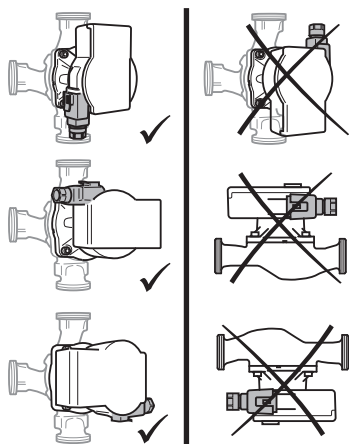

Fig. 2: Монтажные положения
- Место установки выбирать с учетом допустимого монтажного положения (Fig. 2).
- Учитывать допустимое монтажное положение (Fig. 2) насоса, при необходимости повернуть головку электродвигателя (2+6).